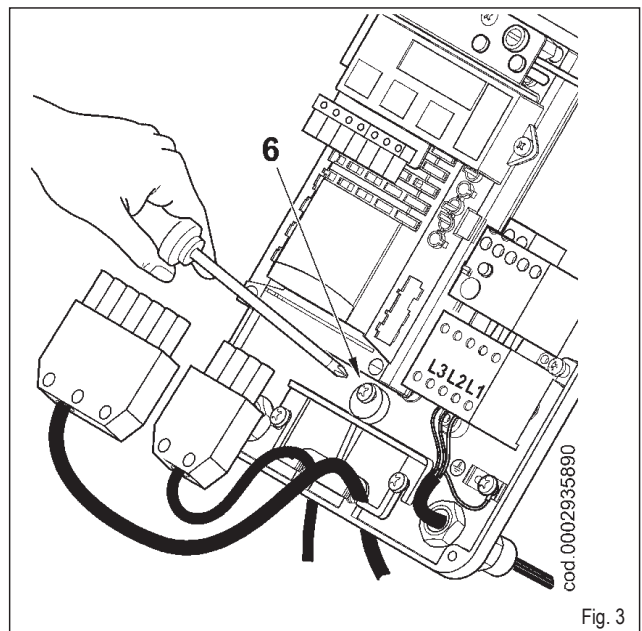

Fig. 3
- Полностью открутите гайку (6), завинтите винт (7), чтобы он вошёл внутрь газоподводящего штуцера (8) на отрезок, который может позволить демонтировать в дальнейшем узел смесителя. Слегка приподнимите с паза штуцер подачи газа (8) (рисунок 3).